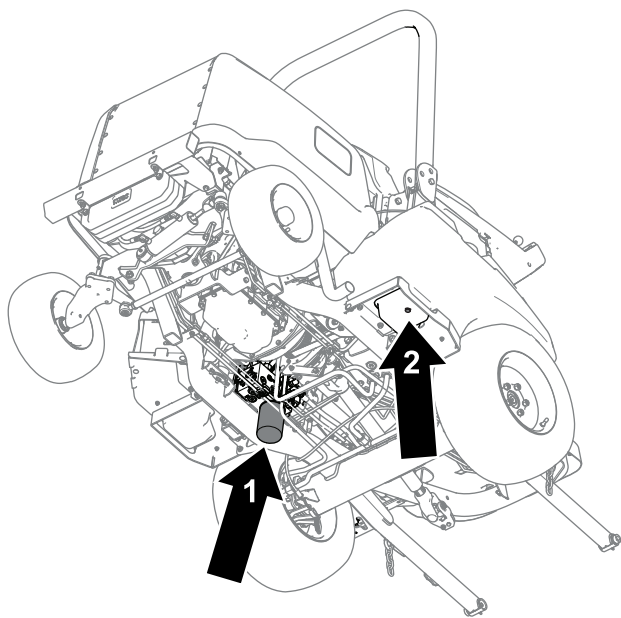

Figura 81
4. Rimuovete il tappo di spurgo (Figura 81) dalla base del serbatoio e lasciate fuoriuscire il fluido idraulico nella bacinella.
6. Collocate una bacinella di spurgo sotto il filtro (Figura 81), toglie il filtro e lasciate defluire l'olio rimanente nella bacinella.